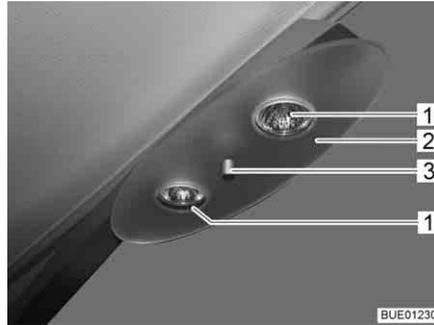

Fig. 233 Lâmpada de halogéneo de teto
- Desaperte a porca de retenção (Fig. 233,3) e retire a tampa de cobertura (Fig. 233,2).
- Retire a lâmpada de halogéneo (Fig. 233,1).